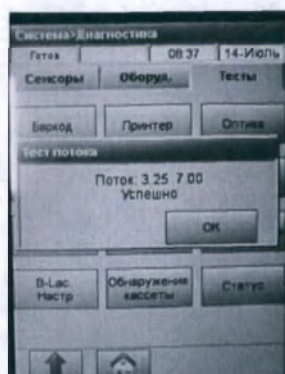

Рис.8-25 Результат теста потока
- Два числа указывают фактические скорости потока по часовой стрелке и против часовой стрелки (Рис.8-25).